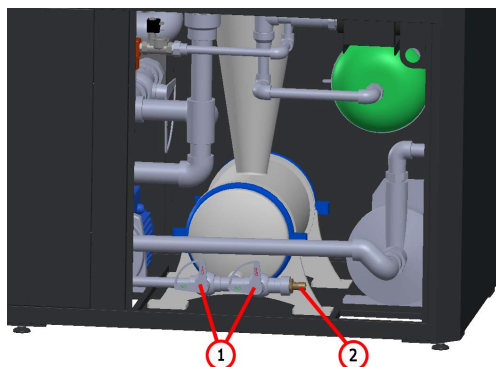

Рисунок 23
2. Подключите гибкий шланг 1/2" к штуцеру см. поз. 2 рис. 23. Второй конец шланга соедините с канализацией.
3. Откройте краны поз. 1 рис. 23 и слейте всю воду из бака.
4. По завершению слива воды закройте краны поз. 1 рис. 23, отсоедините гибкий шланг и установите панель стенда на своё место.